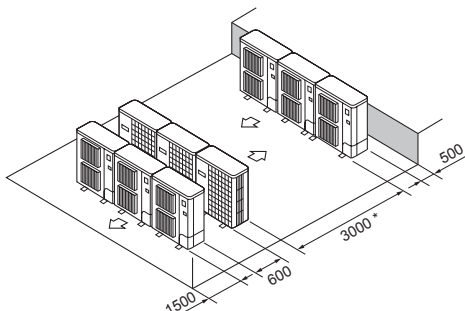

Fig. 2-18
- ⑥ Disposizione di diverse unità parallele (Fig. 2-18)